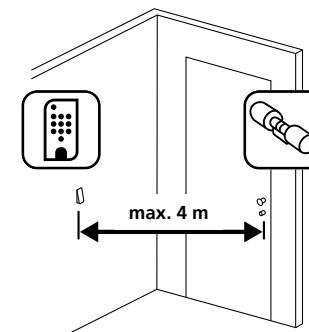

Fig. 1
- ① Tenere il tastierino nella posizione di montaggio desiderata (Fig. 1).